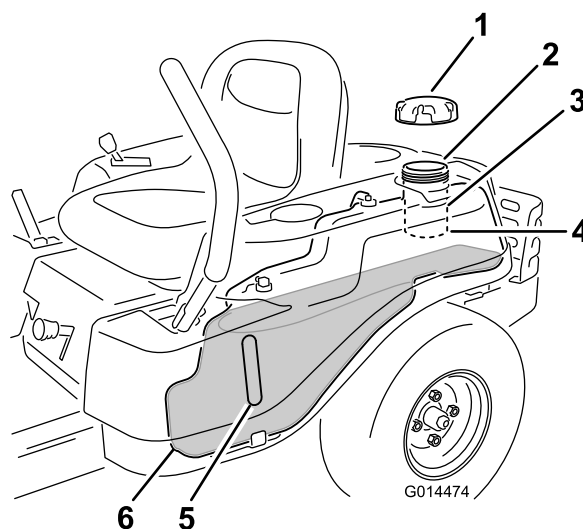

Figure 10
Remarque: Vous pouvez utiliser le regard sur le réservoir de carburant pour vérifier la présence d'essence avant de faire le plein (Figure 10).
2. Versez **lentement** de l'essence sans plomb ordinaire jusqu'à ce que le niveau atteigne la base du goulot de remplissage (Figure 10).